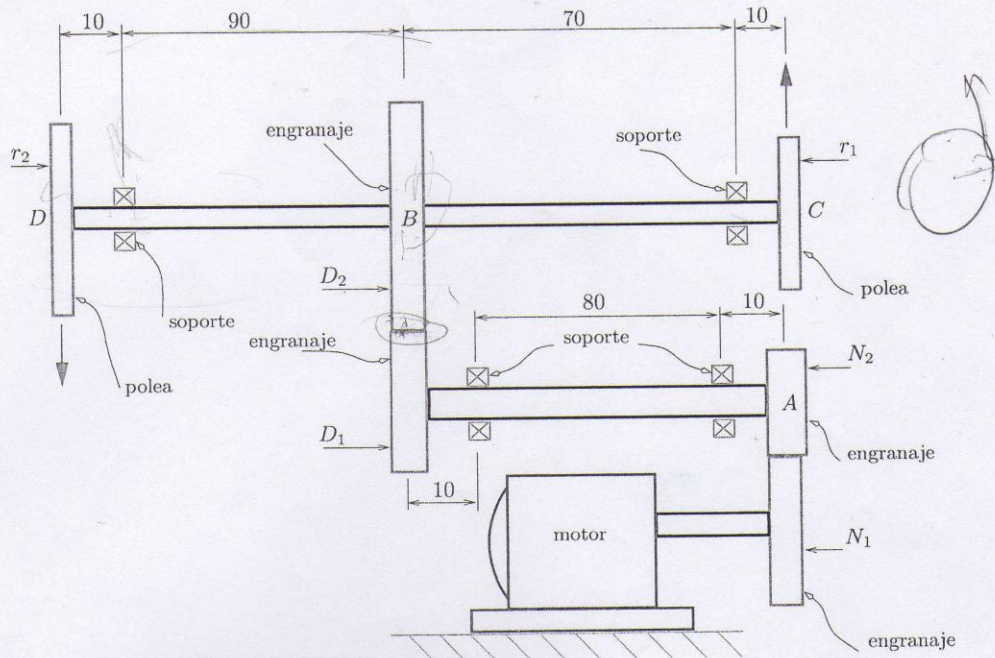

Figura 2: Motor, ejes, engranajes y poleas.
2. En la Figura 2 se muestra un motor que entrega 75HP de potencia a una velocidad de 1000rpm. Mediante conexiones de engranaje, a dos ejes de transmisión, la potencia se transfiere a un par de poleas extremas, de las cuales la polea D consume 40HP. En el punto A , la reducción de los engranajes es desde $N_1 = 200$ a $N_2 = 100$ (N = número de dientes del engranaje) siendo el diámetro del engranaje menor de 20cm. Las dimensiones de las poleas y engranajes restantes son: $r_1 = 10\text{cm}$, $r_2 = 15\text{cm}$, $D_1 = 10\text{cm}$, $D_2 = 35\text{cm}$ y la relación de tensiones en ambas poleas es $t_1/t_2 = 2,5$.